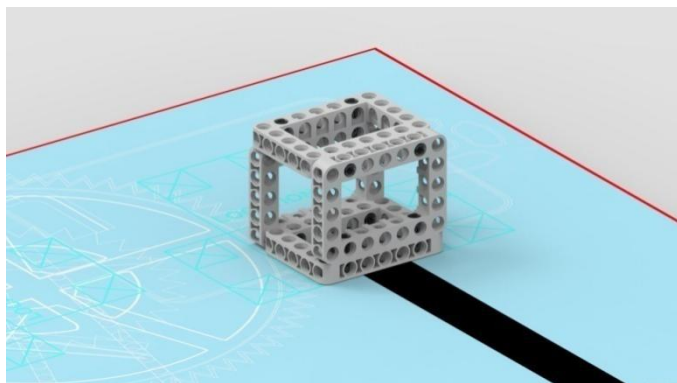

图 7 铁矿石模型
3.4.1 铁矿石任务模型放置在场地图模型区正中间，如图 7 所示。